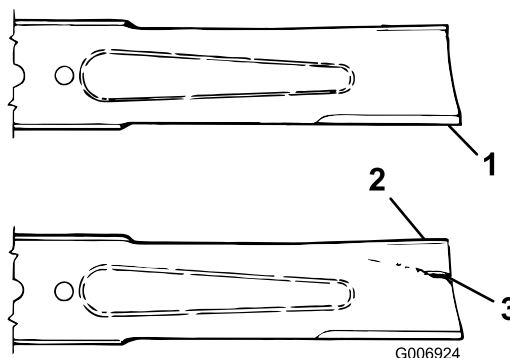

Figure 69
2. Examinez attentivement les tranchants de la lame, particulièrement au point de rencontre des parties plane et relevée (Figure 69). Le sable et les matières abrasives peuvent éroder le métal à cet endroit, c'est pourquoi il est important de contrôler l'état de la lame avant d'utiliser la machine. Remplacez la lame si elle est usée (Figure 69) ; voir Retrait de la lame.
Si la lame est trop usée, une entaille se forme entre la partie relevée et la partie plane (Figure 69). La lame peut alors se briser et un morceau être projeté du dessous de la machine, vous blessant gravement ou une personne à proximité.